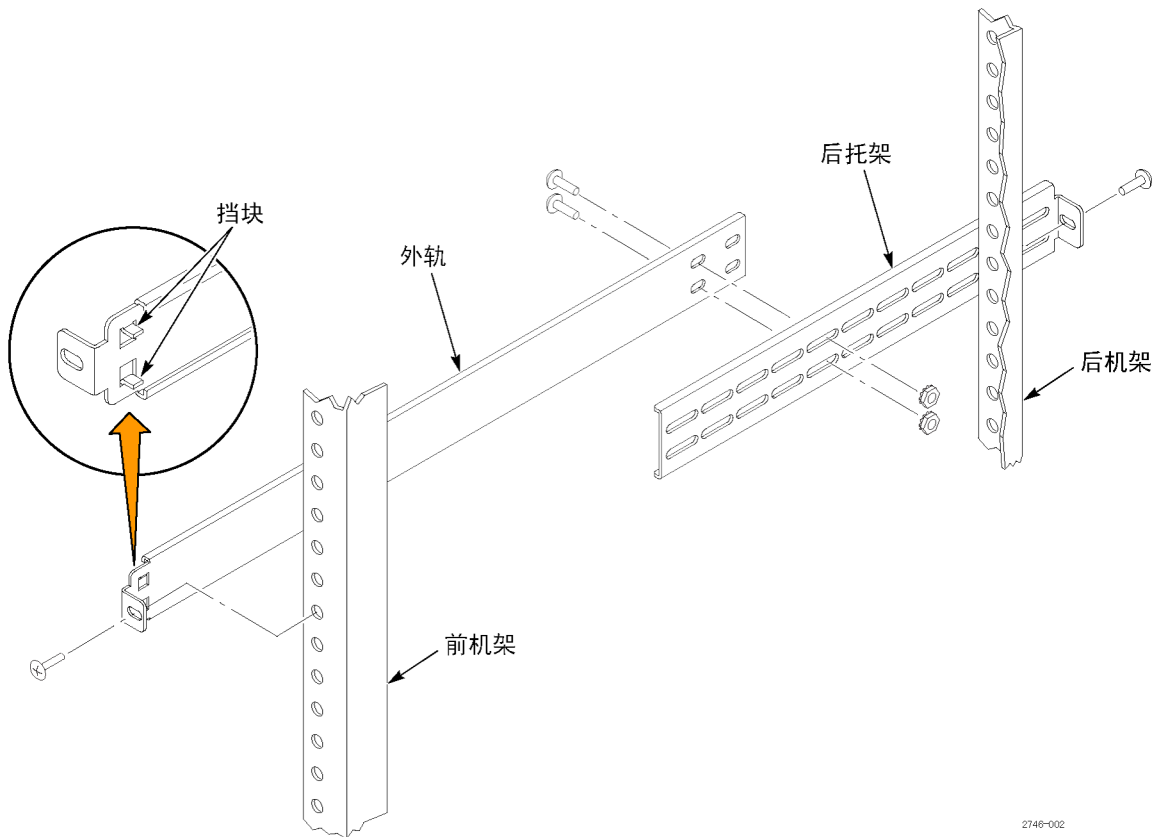

图 5: 导轨装配和安装
2. 将后托架与右导轨对齐。请注意后托架上有多对安装通孔。在对齐托架和导轨时，请选择一对通孔用于安装后托架，确保法兰对法兰的距离等于步骤 2 中测量的机架前后导轨距。（见图5）